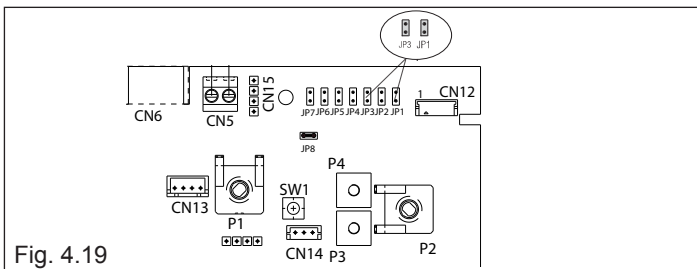

Fig. 4.19
- Introducir los jumper JP1 y JP3 (fig. 4.19)
- insertar el jumper JP1 (fig. 4.19)